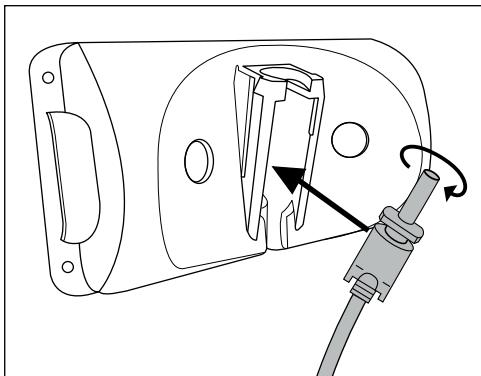

Fig. 1
- Assurez-vous qu'aucune ligne électrique ou d'autres lignes ou tuyaux ne se trouvent dans le mur dans lequel vous avez l'intention de percer des trous pour fixer le support mural ③. Il y a en effet danger de mort si vous percez une ligne électrique !
- 1) Insérer la fiche creuse ⑤ du bloc d'alimentation ④ dans le support mural ③, comme indiqué sur la figure suivante. Fixer la fiche creuse ⑤ en la tournant (voir fig. 1).